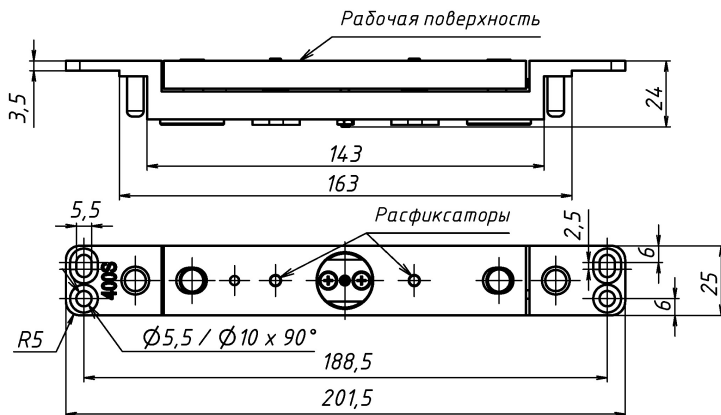

Рисунок 6 - Якорная часть замка ALM-400S
10.5 При длительной эксплуатации изделия (более пяти лет) рекомендуется проводить проверку надежности разблокировки замка. Разблокировка замка обеспечивается срабатыванием расфиксаторов, расположенных в якоре (рисунок 6). При нажатии на толкатель расфиксатора он должен утапливаться в тело якоря и свободно возвращаться в исходное положение.